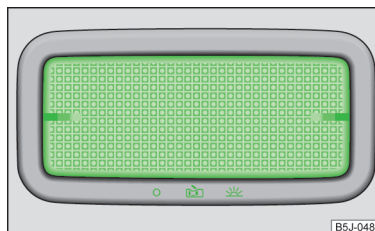

Fig. 98
- Portare il vetro di copertura in posizione ☞ » fig. 98.
- Portare il vetro di copertura in posizione 0 » fig. 98.
- Portare il vetro di copertura in posizione centrale ☞ » fig. 98.